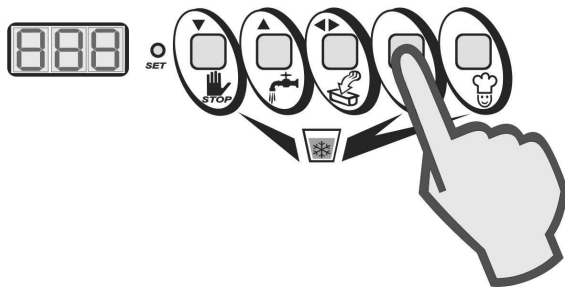

Abb. 6
- Während des Zyklus erneut die Taste HALBAUTOMATISCH (Fig. 6) drücken.